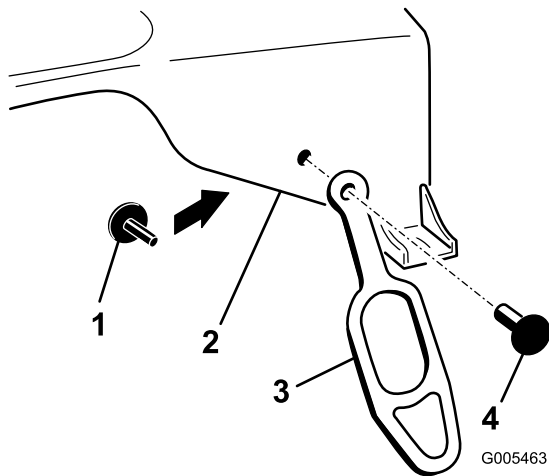

Figure 1
1. Posez l'attache de retenue sur le capot moteur comme illustré à la Figure 1. Fixez l'attache de retenue au capot à l'aide d'une fixation de panneau et d'une entretoise de verrouillage (Figure 1)